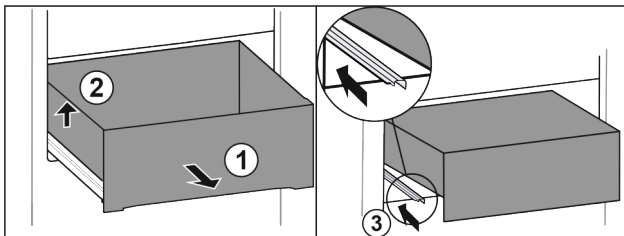

Fig. 92
- ▶ Tirer le tiroir jusqu'en butée. Fig. 92 (1)
- ▶ Soulever le tiroir sur la gauche. Fig. 92 (2)
- ▶ Rentrer le rail de gauche. Fig. 92 (3)